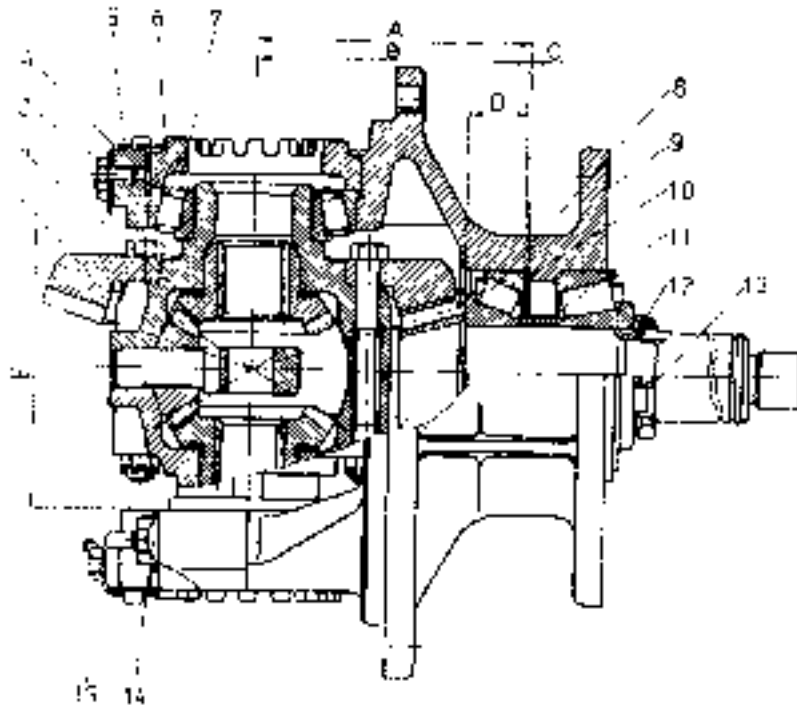

Рис. 32 Главная передача (6185.01.00.00)
1. Развинтить противоположную коронной шестерне 1 (рис. 32) специальную гайку и настолько же завинтить другую специальную гайку до тех пор, пока боковой зазор в зацеплении, замеренный нормально по внешнему диаметру коронной шестерни. Не достигнет 0,19-0,35 мм.